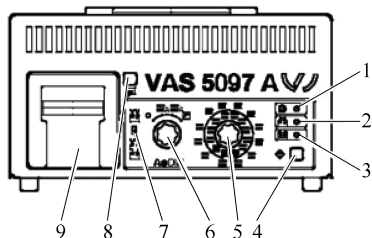

图 13-1-2 蓄电池测试仪结构示意图
1) 蓄电池测试仪-MIDTRONIC 341V 的结构示意图，如图 13-1-2 所示。
① 关闭点火开关和所有用电设备。
② 检查蓄电池的电眼显示是否正常。
③ 根据蓄电池上的 DIN 标准检查冷启动电流，并根据表 13-1-1 设定蓄电池测试仪 MIDTRONIC 341V 的范围。
④ 用冷启动电流选择开关选择冷启动电流。